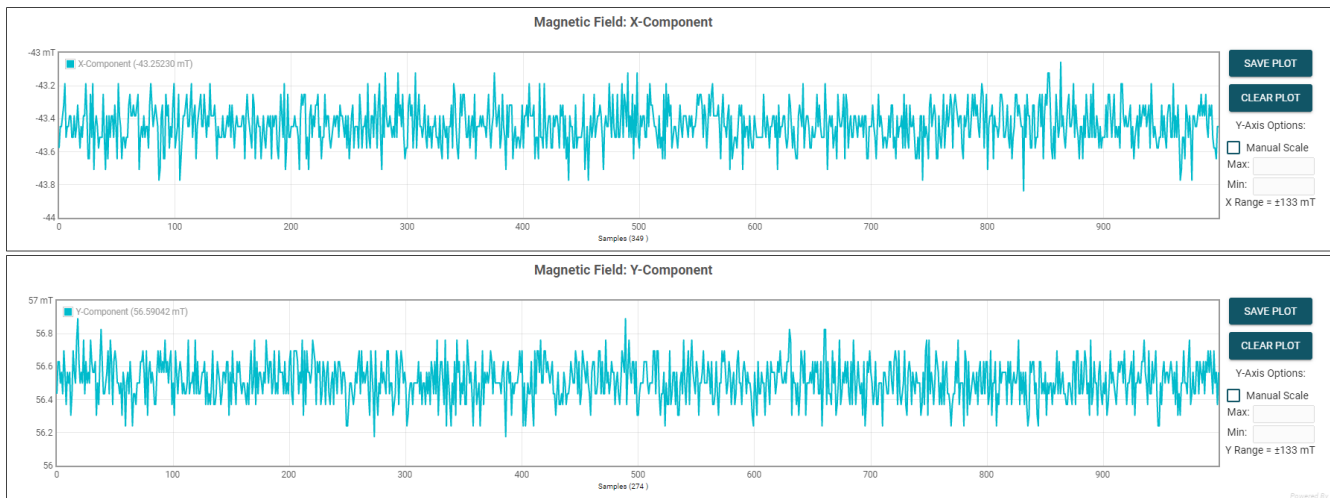
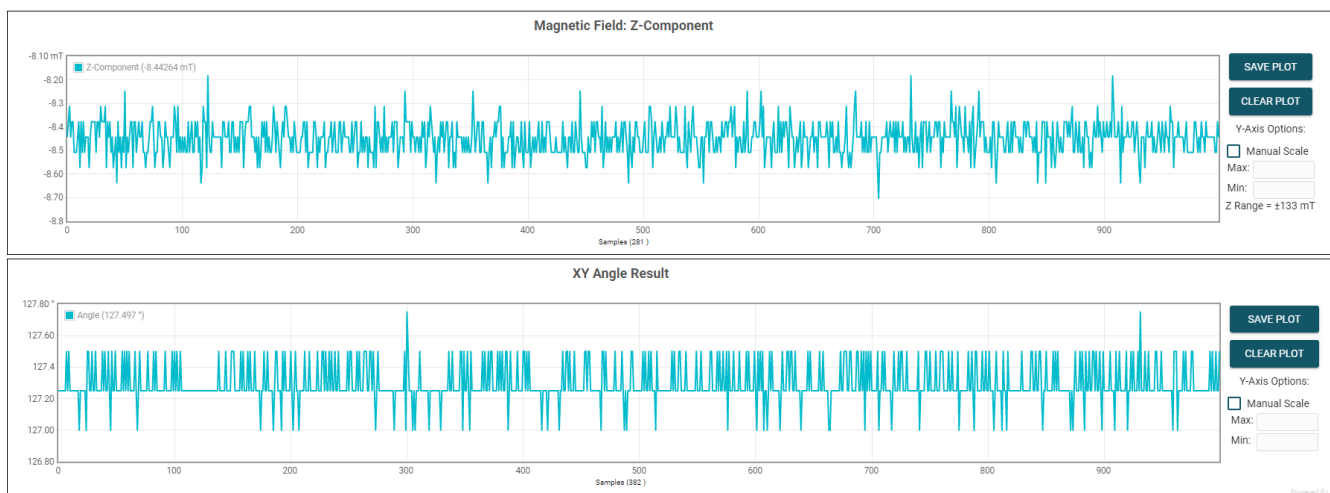
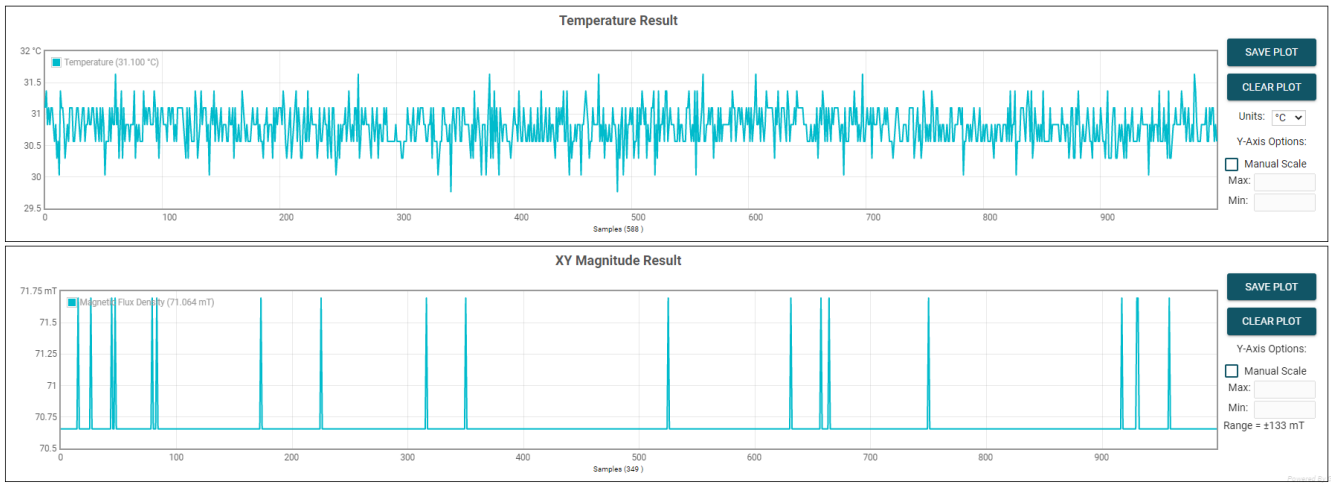

图 4-12. X 和 Y 通道 GUI 图
图 4-13. 器件的角度测量图
图 4-14. 器件的幅度图
4. 用户在扭动旋推模块的旋钮时，转盘上显示的角度和转盘下的文本也会相应改变。点击 *Plots* 选项卡，可看到此过程中生成的 X 和 Y 通道波形（图 4-12）、器件角度测量（图 4-13）和幅度（图 4-14）。